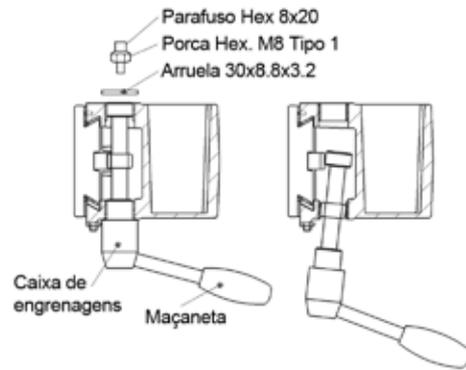

Fig. 14
(1) Desaperte o parafuso hexagonal 8x20 usando um chave hexagonal 6 que está inclusa nos acessórios.
(2) Puxe a caixa de engrenagem com a maçaneta como mostrado nos croquis na fig. 14.